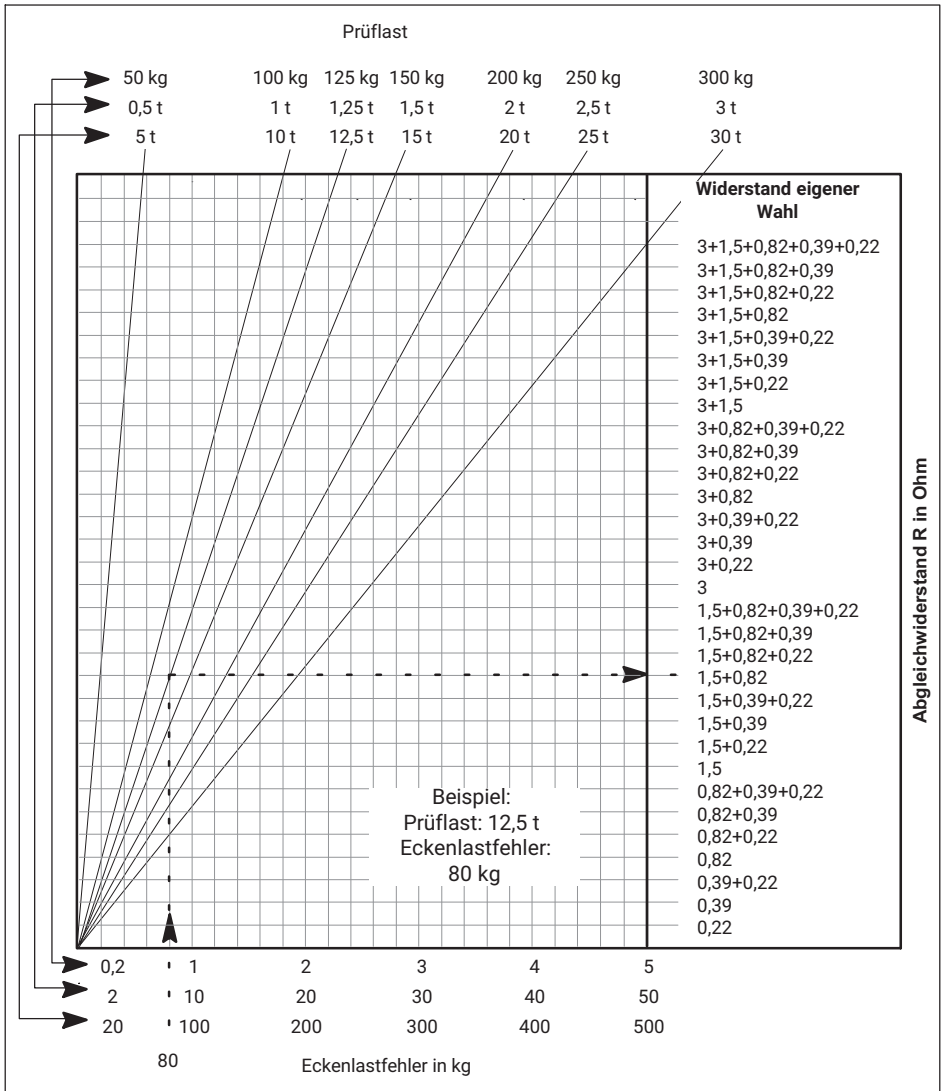

Abb. 10.2 Eckenlastabgleich für 350 Ω-Wägezellen
- Das Diagramm (Abb. 10.2) ist in 7 Prüflastbereiche gestaffelt. Bitte wählen Sie die von Ihnen genutzten Prüflasten (im Beispiel 12,5 t) in der entsprechenden Zeile. Ausgehend von der errechneten Differenz des Eckenlastfehlers auf der X-Achse sucht man den Schnittpunkt mit der Prüflast und kann auf der Y-Achse den Widerstand und die bestpassende Kombination ablesen. Die Widerstandswerte gelten hier für 350 Ω-Wägezellen (siehe Tabelle im Deckel der VKK...).
Im Beispiel hat die Wägezelle 3 einen Eckenlastfehler von 80 kg, das ergibt einen Abgleichwiderstand von $1,5 + 0,82 \Omega$ (in Abb. 10.2 gekennzeichnet).
Abb. 10.3 Alternativmethode zum Verfahren nach Abb. 10.2 (gezeigt sind die Auftrennpunkte), siehe Tabelle im Deckel; (Für 700 Ω-Wägezellen ist der ermittelte Wert zu verdoppeln.)